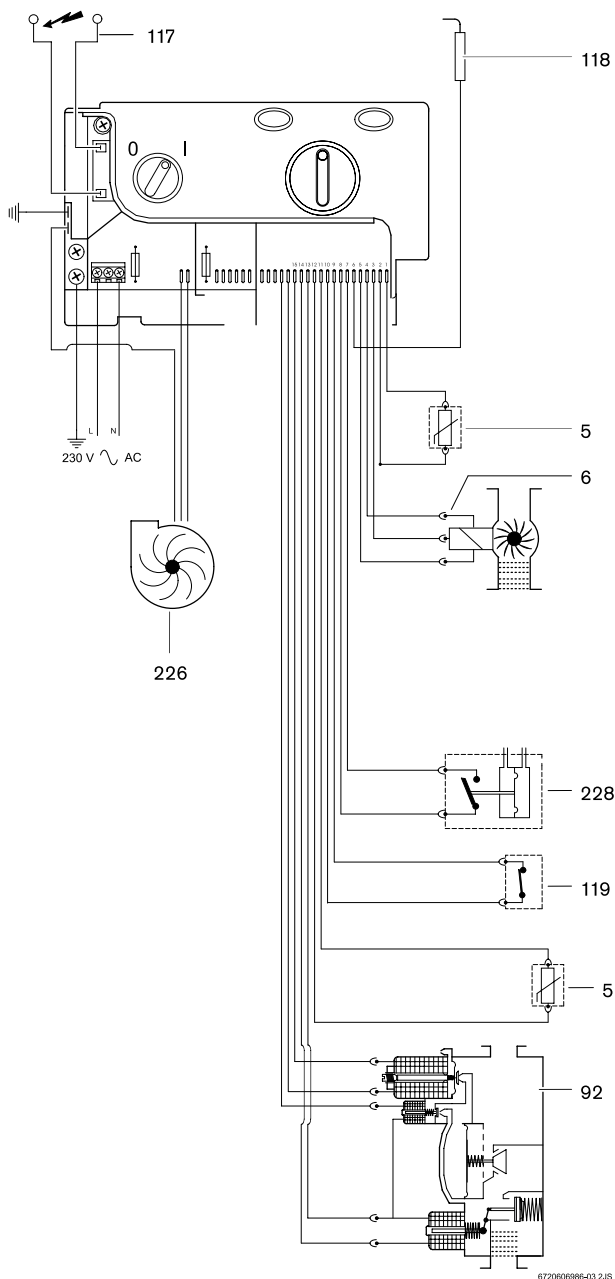

Fig. 3 Schema elettrico
Ogniqualvolta si apre un rubinetto dell'acqua calda, il flussostato a turbina (Fig. 3, pos. 6) posizionato in ingresso dell'acqua fredda, invia un segnale alla scheda elettronica. Questo segnale provoca quanto segue:
- Simultaneamente vengono emesse le scintille presso il bruciatore e la valvola gas apre il passaggio del gas (Fig. 3, pos. 92)
- L'elettrodo di ionizzazione (Fig. 3, pos. 118) controlla lo stato della fiamma